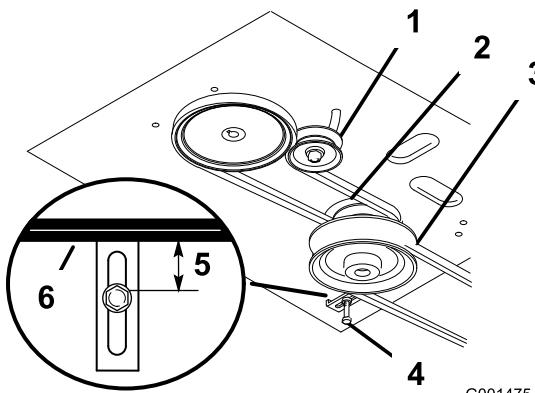

Figura 46
8. Compruebe que la guía de la correa, situada debajo del bastidor del motor, está ajustada correctamente (Figura 46).
Nota: La distancia entre la guía de la correa y la correa del cortacésped debe ser de 19 mm (3/4 pulgada) cuando la correa del cortacésped está engranada (Figura 46). Ajuste la correa del cortacésped si es necesario. La correa no debe rozar ni salirse de la polea si las guías y la tensión de la correa están correctamente ajustadas.